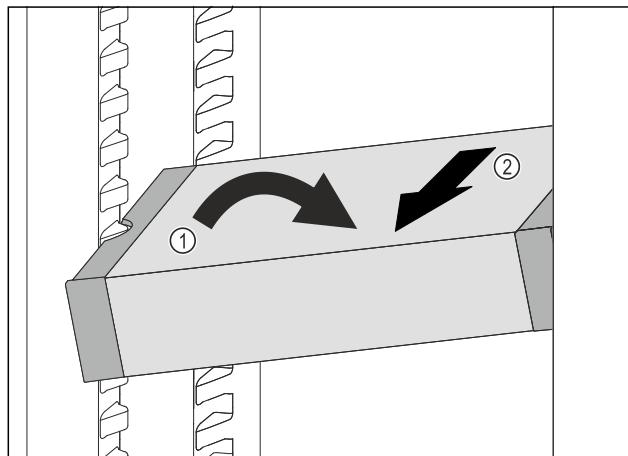

Fig. 99
- ▶ Расположите VarioSafe в холодильном отделении под наклоном. Fig. 99 (1)
- ▶ Извлеките VarioSafe движением вперед. Fig. 99 (2)